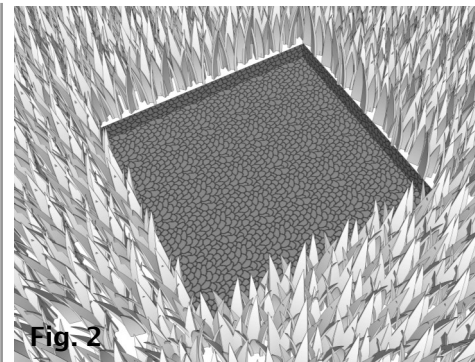

Fig. 2
Nivele el terreno removiendo toda la vegetacion (pasto y/o plantas) en cada esquina donde colocara un PIER (A) (Fig.2)